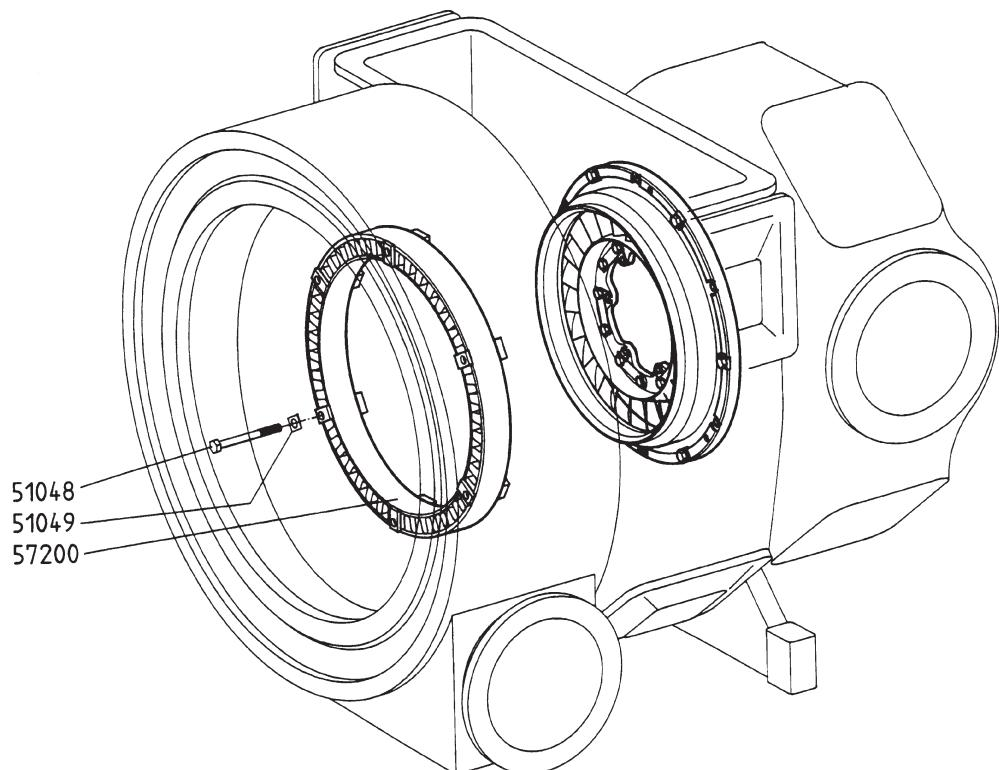

Fig. 5-16
- Befestigungsschrauben (51048) am Berstschutz (57200) entsichern und entfernen ( s.Fig. 5-16)
- Release the fixing screws (51048) from the burst protection (57200) and remove them. (see fig.5-16)